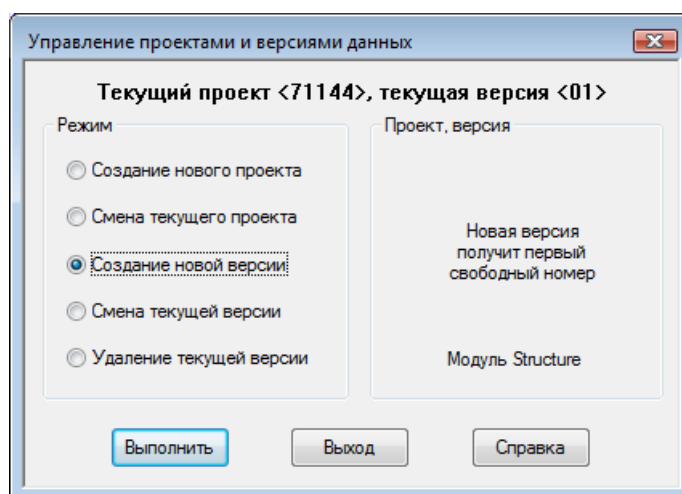

Рисунок 28. Создание новой версии данных
- в области **Режим** включить переключатель **Создание новой версии** (рисунок 28);